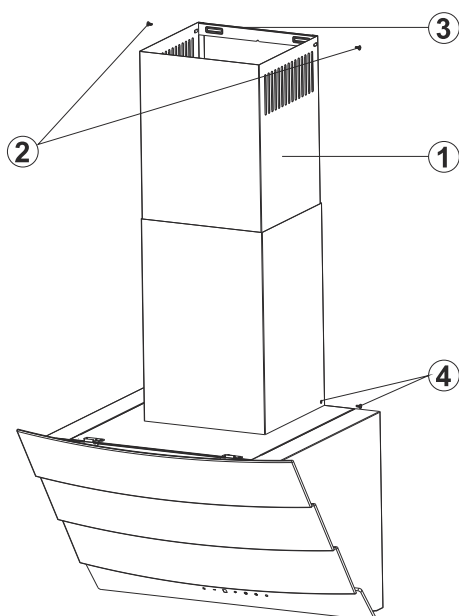

Fig. 9: MONTERING AF SKORSTENE
- Træk nu den indvendige skorsten op mod loftet. Fastgør denne med 2 skruer på siderne i toppen (2). Skru også den udvendige skorsten fast på siderne i bunden(4) (Fig. 9)